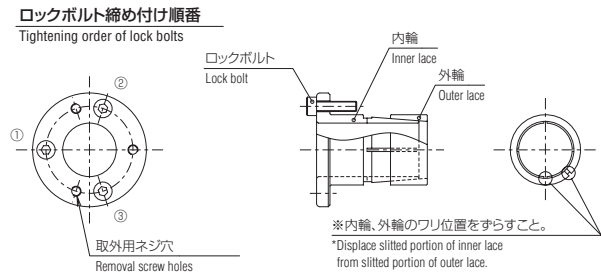

図2 Fig.2
3. ローラピニオンに締結具外輪を挿入後、軸にローラピニオン、締結具内輪の順に組み込んで下さい。このとき締結具内輪、外輪のワリ位置をずらして組み付けて下さい。(図2、4)
Insert the outer race of the clamping tool into the roller pinion, and then fit the roller pinion and the inner race of the clamping tool on the shaft in this order. At this time, shift the allocated positions of the inner race and outer race of the clamping tool (Fig. 2 and 4).
6. 調整後、ロックボルトを対角線の順に(図2、4、6)それぞれ所定トルクの約1/4にて均等に締め付け、徐々に締め付け力を増して締め付けて下さい。
After the adjustment, fasten the lock bolts diagonally (Fig. 2, 4 and 6) and uniformly starting at 25% or so of the recommended tightening torque with gradual increase.